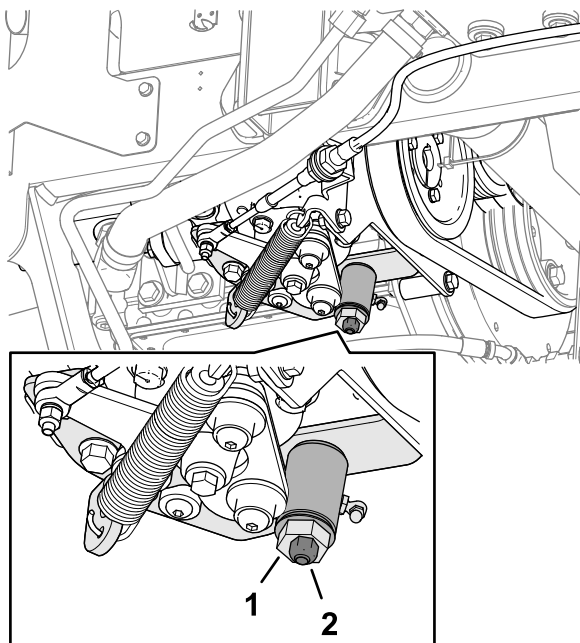

Рисунок 72
3. Ослабьте контргайку на кулачке регулировки тяги (Рисунок 72).